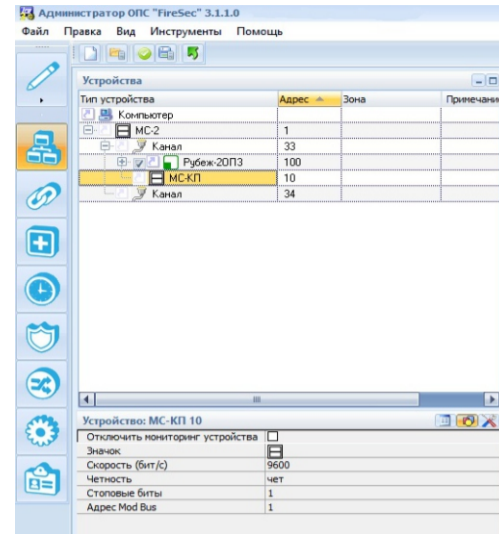

Рисунок 2
6.6 Далее, в дереве устройств программы FireSec (рисунок 2), выделив МС-КП, перейти в поле «Устройство: МС-КП», где из предлагаемых значений выбрать «Скорость» (скорость обмена по каналу «2»), «Стоповые биты», проверку на «Четность» и задать с помощью клавиатуры «Адрес Mod Bus» (от 1 до 247).